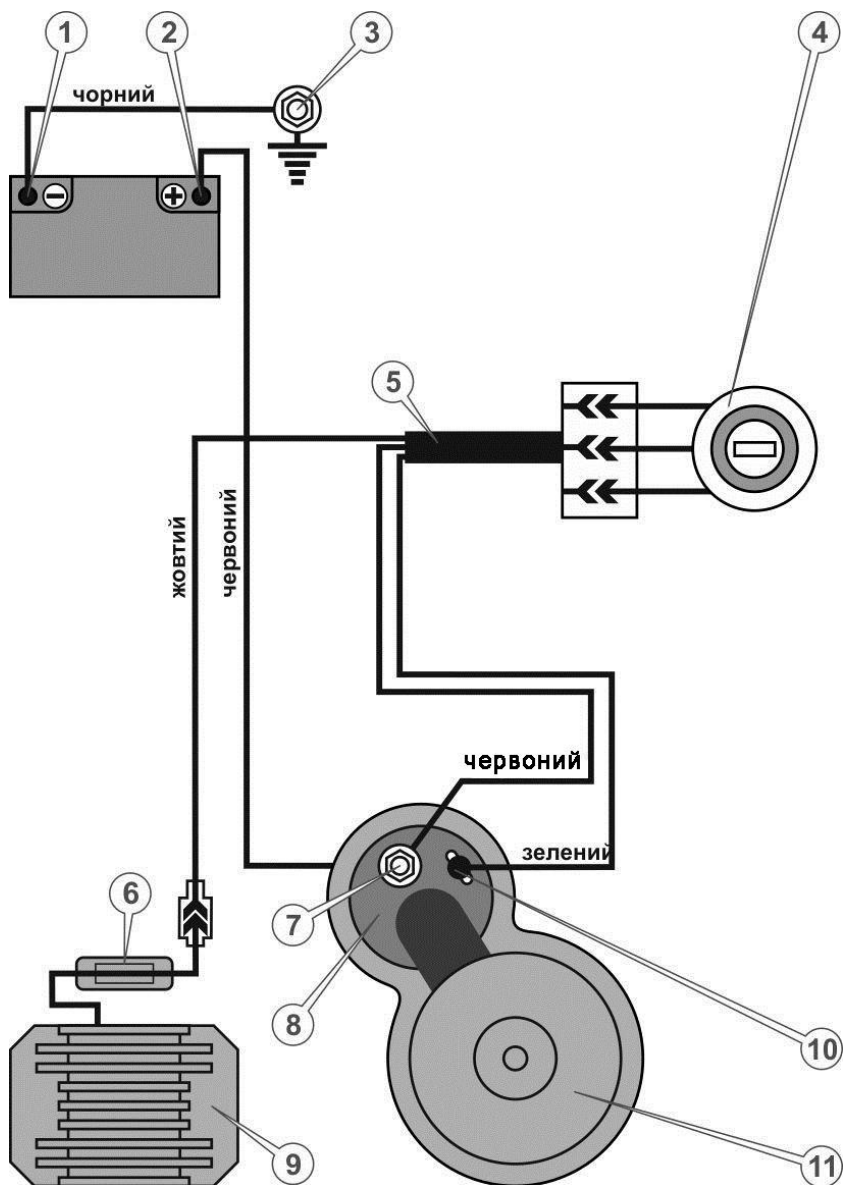

Рисунок 11. – Електросхема
35. Підключити електропроводку (див. рисунок 11.)